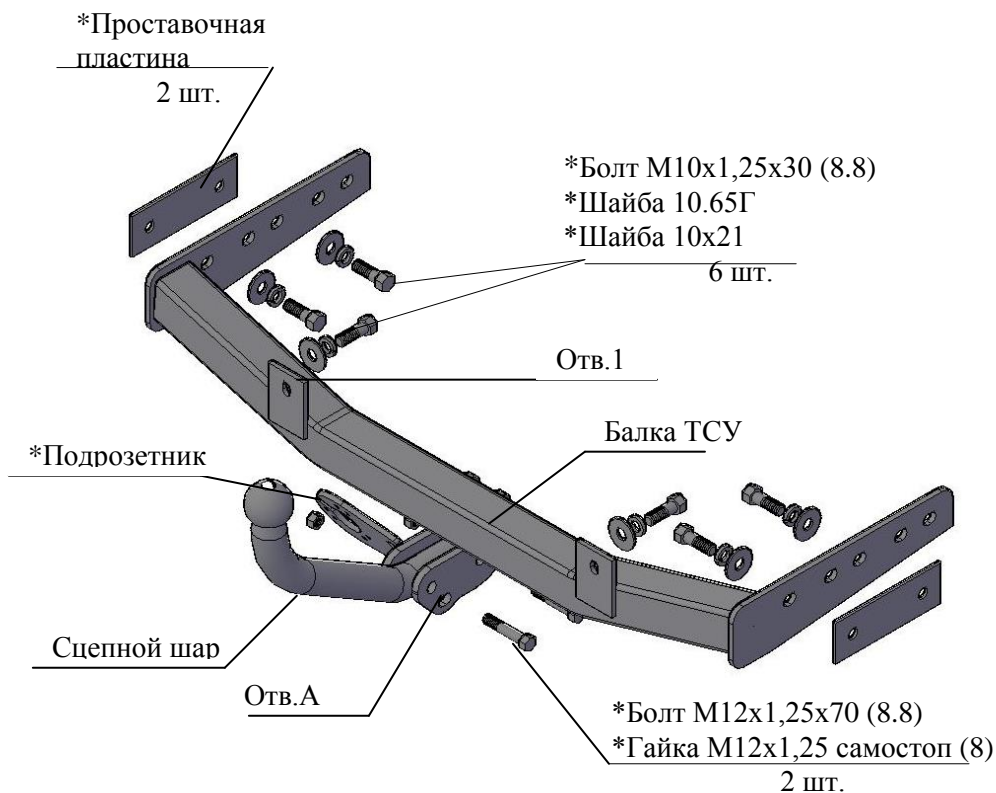

Рис.1 Тягово-сцепное устройство ТСУ 2190.01.С
2.1 ТСУ 2190.01C в сборе (рис.1)	1 шт.
2.2 Пакет с комплектующими (см. рис.1)	1 шт.